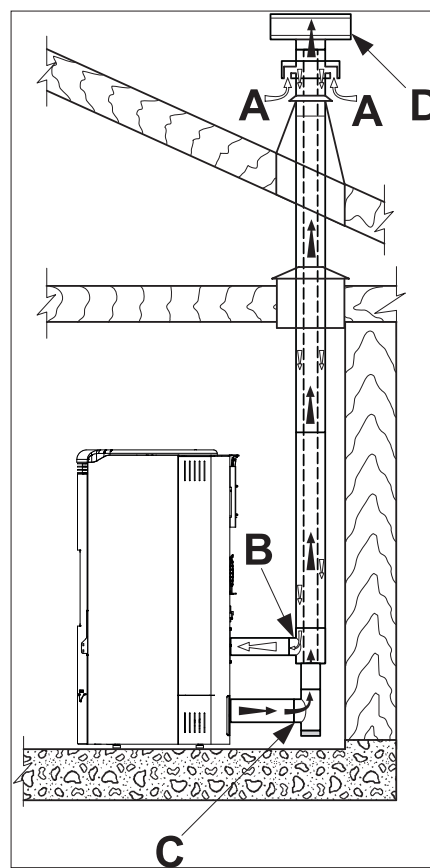

Fig. 5.4c
- canalizzare l'aria comburente sfruttando un tubo di scarico coassiale per l'espulsione dei fumi ed il prelievo dell'aria; pertanto non è necessario fare una classica presa d'aria nel locale (fig. 5.4c A,B=Ingresso aria C,D=Uscita fumi);